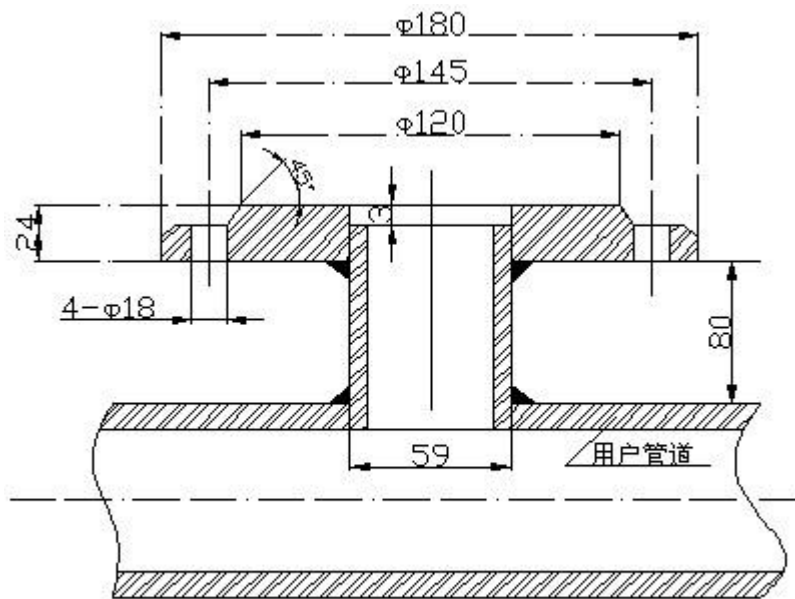

图3 安装底座的焊接
安装底座与被测管道的焊接如图 3 所示。
6.4.3 按图 3 所将 DN50 球阀安装到安装底座上。